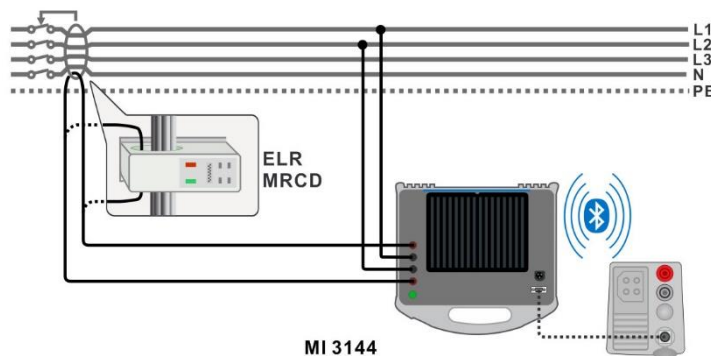

Abbildung 7.63: ELR-Stromeinspeisungsprüfung/Kombination Zeitprüfung Verbindung
- › Schließen Sie die Prüflleitungen am Prüfobjekt an. Siehe **Abbildung 7.63**. Detaillierte Informationen finden Sie in der **Bedienungsanleitung zum MI 3144 - Euro Z 800 V**.
Siehe **Abbildung 7.63**.